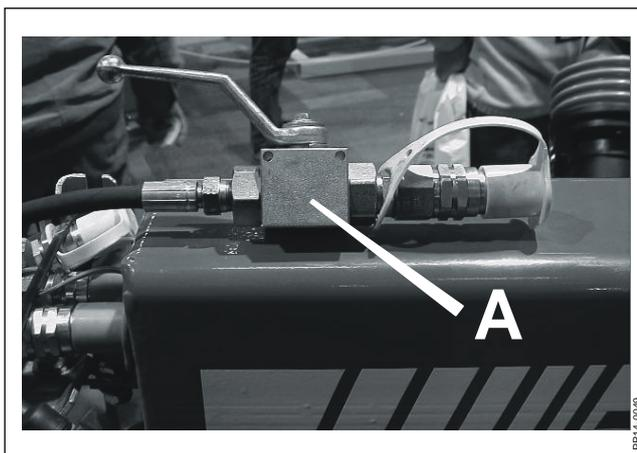

Abb. 2-6
**Abb. 2-6 VOR DER TRANSPORTFAHRT DIE KUGELHÄHNE SCHLIESSEN.** Diese sind bei den Schnellkupplungen am Schlepper angebracht. Das Ventil ist in offener Position gezeigt und wird geschlossen, wenn der Griff um 90 Grad gedreht wird. Dabei wird verhindert, dass die Maschine im Falle unbeabsichtigter Betätigung des Steuergeräts während der Transportfahrt in Arbeitsstellung schwenkt.